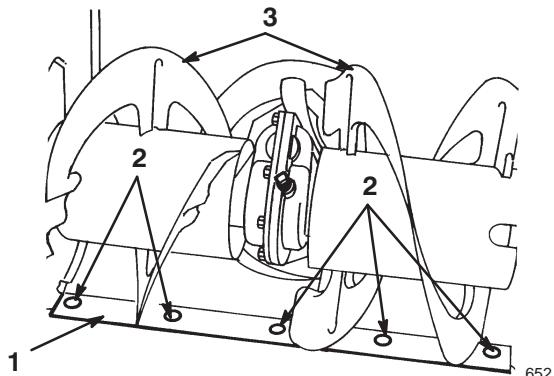

Bild 26
6. Die Schneckenblätter sollten 3 mm vom Boden entfernt sein (Bild 26).
8. Lösen Sie zur Einstellung der Schürfleiste die fünf Befestigungsschrauben (Bild 26), richten Sie die Leiste aus und ziehen Sie die Befestigungsschrauben wieder fest.